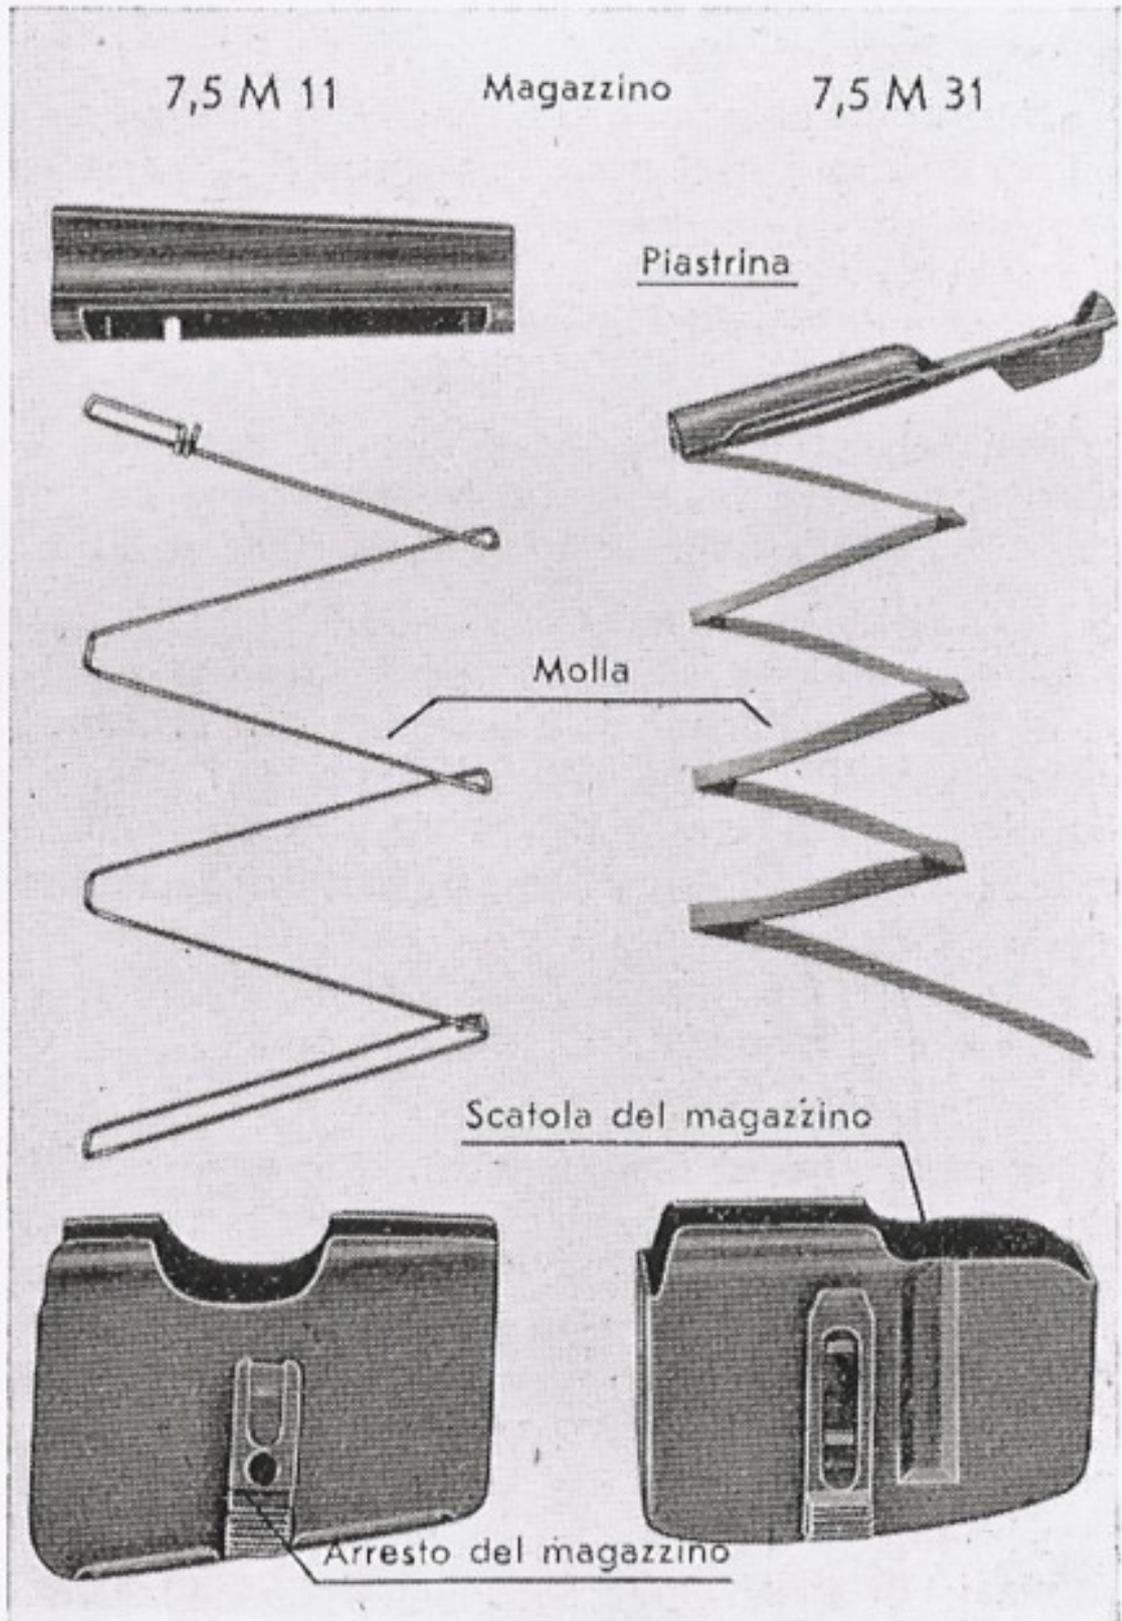

Fig. 13.
**14.** Il **magazzino** (fig. 13) contiene sei cartucce. Chiudendo la culatta, la cartuccia superiore è spinta in avanti e poi introdotta nella camera delle cartucce. Le differenti parti del magazzino sono: la scatola del magazzino con l'arresto del magazzino, la piastrina e la molla. Le cartucce sono alloggiate in due file, a zig zag, sulla piastrina; la molla del magazzino spinge le cartucce verso le branche della scatola.